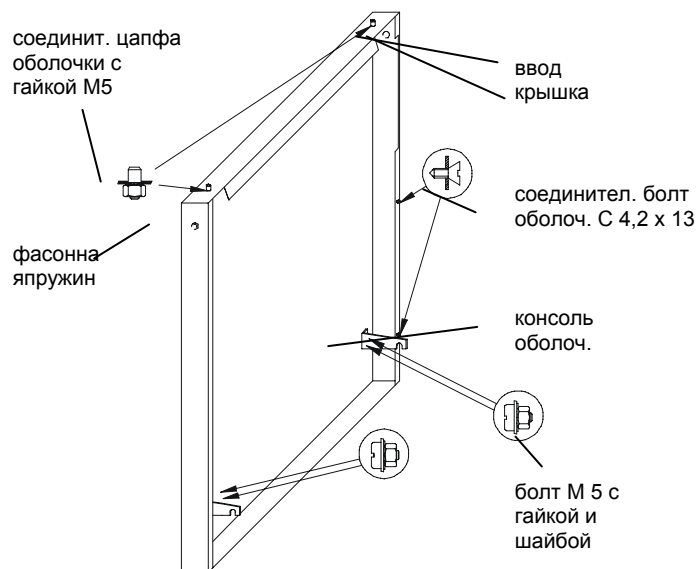

Рис. 8 Боковая деталь оболочки
2. По рис. 8 установить на боковые части оболочки соединительный материал и прикрепить консоли